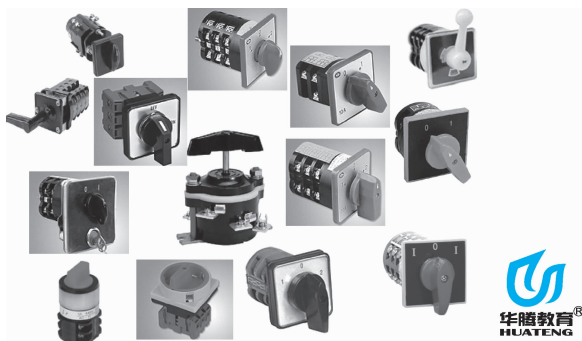

图 1-10 转换开关
(2)转换开关,如图 1-10 所示。
①结构。静触点一端固定在胶木盒内,另一端伸出盒外,与电源或负载相连。动触片套在绝缘方杆上,绝缘方轴每次做  $90^\circ$  正或反方向的转动,带动静触点接通。
②特点。结构紧凑,安装面积小,操作方便。
③用途。电源的引入开关;通断小电流电路;控制 5 kW 以下电动机。